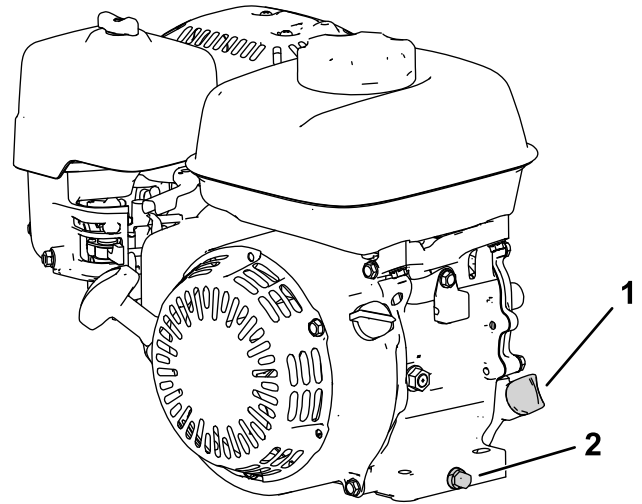

Figure 29
2. Placez la machine de sorte que le moteur soit de niveau, puis nettoyez la zone autour du tube de remplissage (Figure 29).
- Enlevez le bouchon de vidange, la rondelle et la jauge (Figure 29).